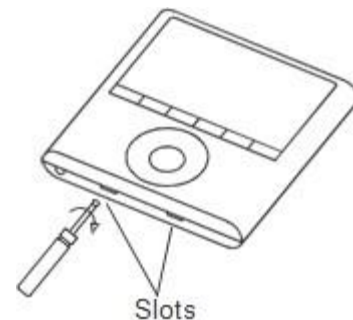

Fig 3-2
- Inserir uma chave de fendas nas ranhuras na parte inferior do controlador com fio (2 lugares) e remover a parte superior do controlador de cabos. (Fig. 3-2)